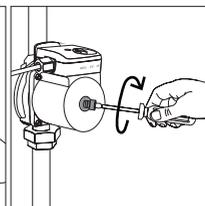

Fig. 10
- Recoloque o parafuso de descarga [Fig. 10].